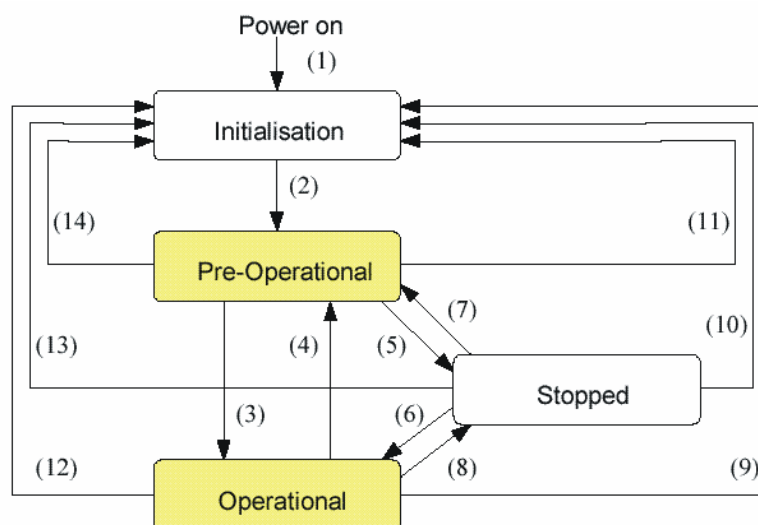

Abbildung 13: Betriebszustände eines CANopen-Teilnehmers
Mit den 5 Befehlen dieser Befehlsgruppe können die unterschiedlichen Betriebszustände (siehe *Abbildung 13, unten*) eines Teilnehmers am CANopen-Bus erreicht werden.
- Mit diesem Befehl erfolgt der Wechsel vom Betriebszustand „Pre-Operational“ in den Zustand „Operational“ (siehe *Abbildung 13, oben, Pfad 3*).
- Mit diesem Befehl erfolgt der Wechsel vom Betriebszustand „Operational“ in den Zustand „Stopped“ (siehe *Abbildung 13, Seite 289, Pfad 8*).
- Mit diesem Befehl erfolgt der Wechsel vom Betriebszustand „Operational“ in den Zustand „Initialisation“ (siehe *Abbildung 13, Seite 289, Pfad 9*). Nach erfolgter Initialisierung wechselt der Teilnehmer selbständig in den Zustand „Pre-Operational“.
- Mit diesem Befehl erfolgt der Wechsel vom Betriebszustand „Operational“ in den Zustand „Pre-Operational“ (siehe *Abbildung 13, Seite 289, Pfad 4*).